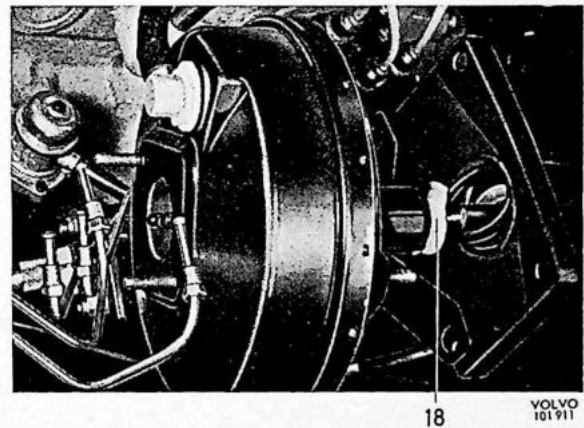

Fig. 5-62. Montage van het luchtfilter
6. Knip ook het nieuwe filter half door en breng het op zijn plaats, Fig. 5-62. Monteer de plastic ring en de rubber stofkap.